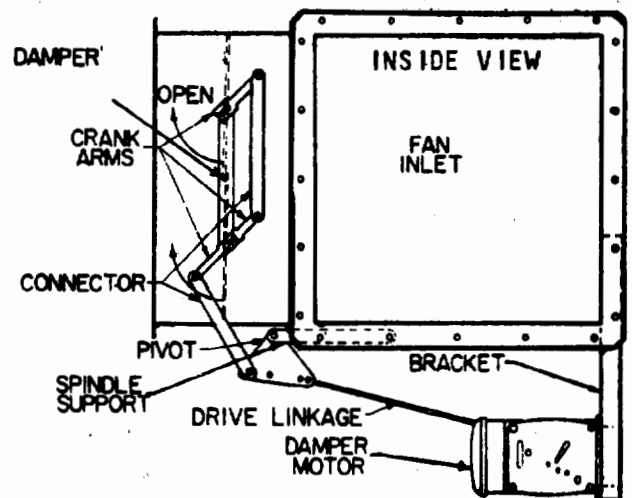

FIGURE NO. 22
11. AFTER ASSEMBLY OF THE ACTUATOR TO THE BRACKET, CONNECT THE DRIVE LINKAGE BETWEEN THE DAMPER MOTOR AND THE PIVOT PLATE, AS ILLUSTRATED WITH THE DAMPER BLADES IN THE CLOSED POSITION. IT MAY BE NECESSARY TO POWER THE CONTROL AND RE-POSITION THE BRACKET ON THE DAMPER MOTOR SPINDLE TO MATCH FIGURE NO. 22.